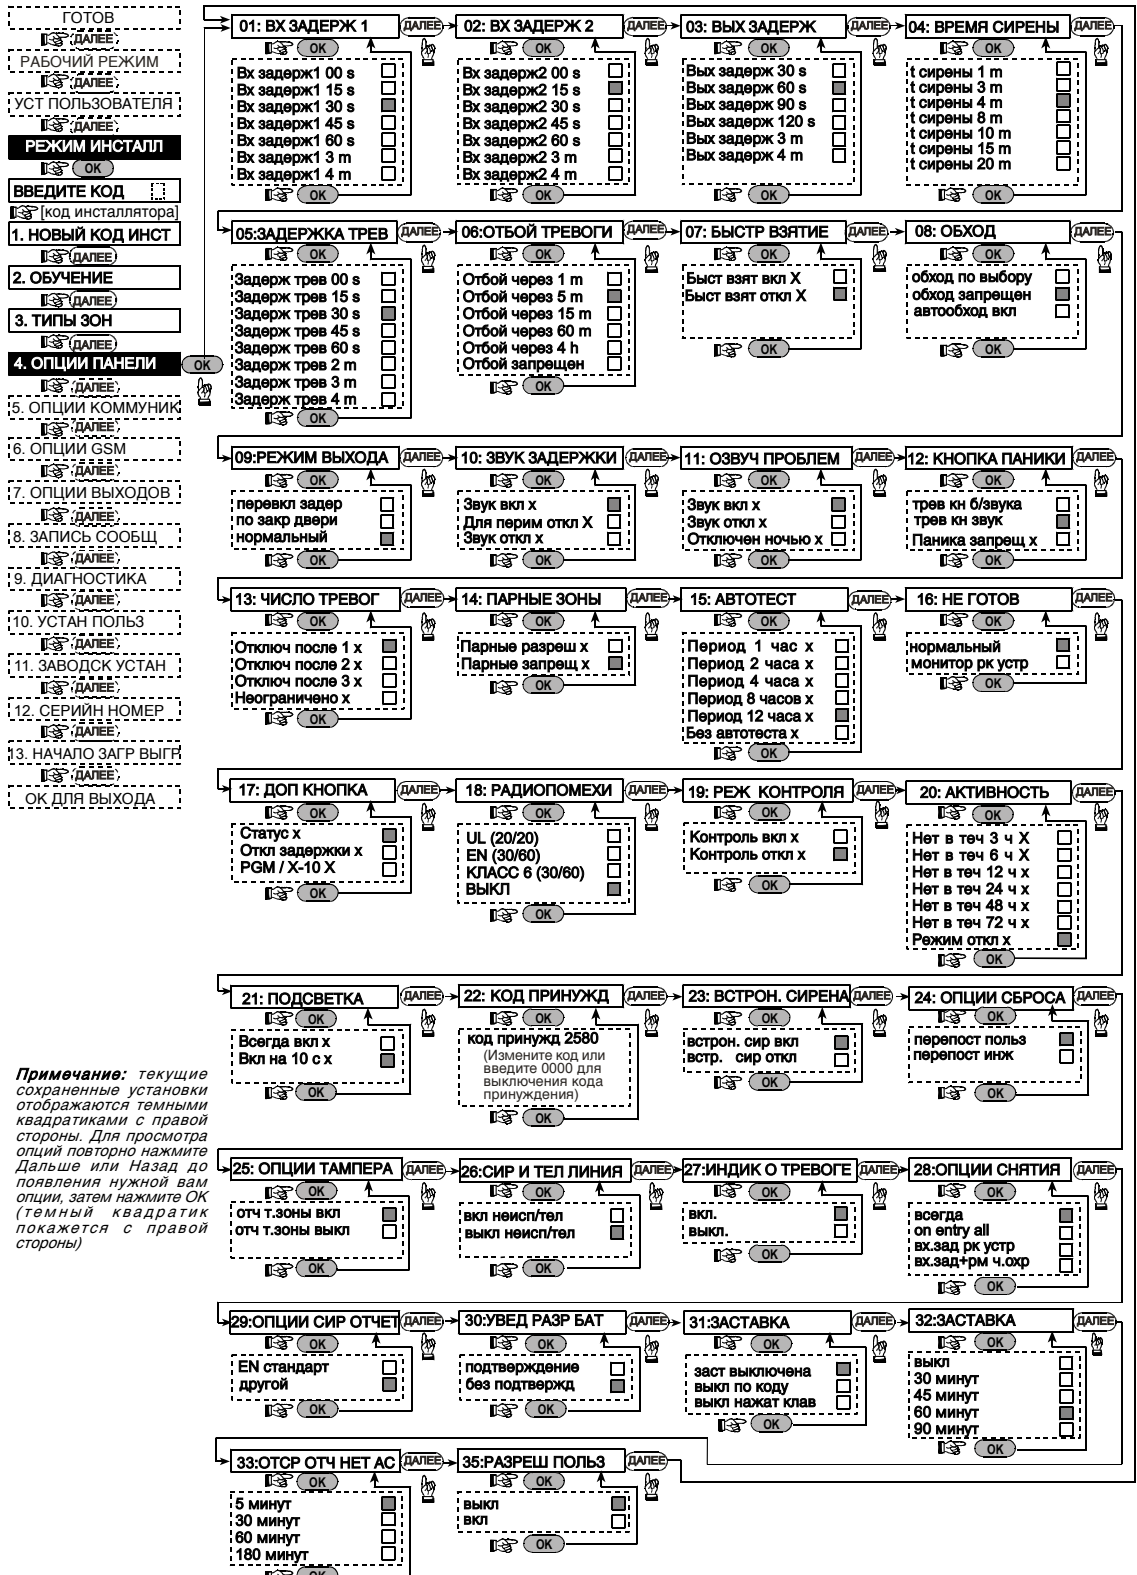

Рисунок 4.4 – Определение параметров панели
(рис. 4.4, адрес 14)
(рис. 4.4, адрес 15)
(рис. 4.4, адрес16)
#### 4.4.17 Кнопка AUX (рис. 4.4, адрес 17)
#### 4.4.18 Обнаружение наложения (рис. 4.4, адрес 18)
#### 4.4.19 Ключевой режим (рис. 4.4, адрес 19)
#### 4.4.20 "Нет активности" (рис. 4.4, адрес 20)
#### 4.4.21 Подсветка (рис. 4.4, адрес 21)
#### 4.4.22 Тревога принуждения (рис. 4.4, адрес. 22)
#### 4.4.23 Пьезосирена (рис. 4.4, адрес 23)
#### 4.4.24 Повторная постановка на охрану (рис. 4.4, адрес 24) (Не применяется в США)
#### 4.4.25 Тамперная функция (рис. 4.4, адрес 25)
#### 4.4.26 Сирена на линии (рис. 4.4, адрес 26)
#### 4.4.27 Извещение (рис. 4.4, адрес 27)
#### 4.4.28 Снятие с охраны (рис. 4.4, адрес 28)
#### 4.4.30 Низкий уровень зарядки аккумулятора (рис. 4.4, адрес 30)
(рис. 4.4,адрес 31)
#### 4.4.32 Подтверждение тревоги (рис. 4.4, адрес 32)
#### 4.4.33 Сообщение о сбое в питании от источника переменного тока (AC) (рис. 4.4, адрес 33)
(рис. 4.4, адрес 35)